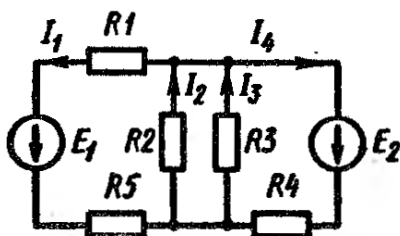

Рис. 4.5
**ЗАДАЧА 4.6.** Для схемы рис. 4.5 заданы значения сопротивлений  $R_1 = 2 \text{ кОм}$ ,  $R_2 = R_4 = 5 \text{ кОм}$ ,  $R_3 = 20 \text{ кОм}$ ,  $R_5 = 4 \text{ кОм}$ . Определить токи в ветвях и составить баланс мощностей, если  $E_1 = 300 \text{ В}$ ,  $E_2 = 500 \text{ В}$  и  $r_1 = r_2 = 0$ .